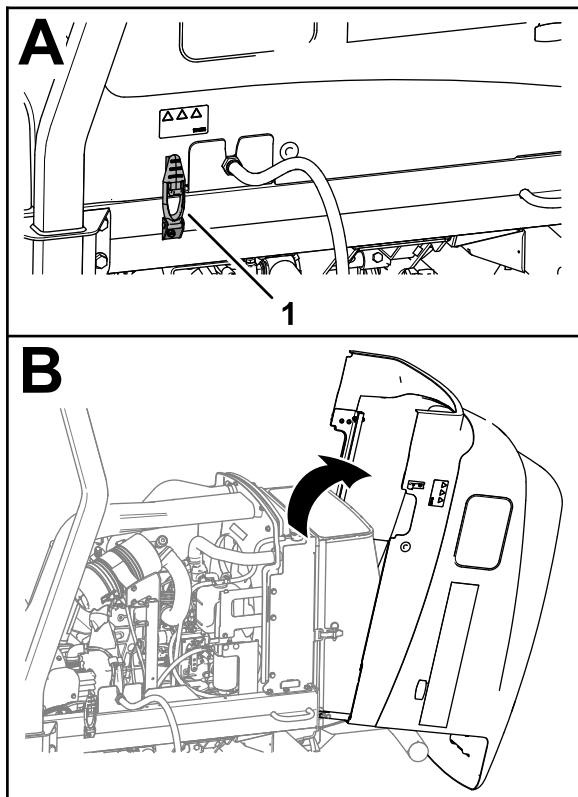

Bild 64
1. Öffnen Sie die beiden Motorhaubenriegel (Bild 64).